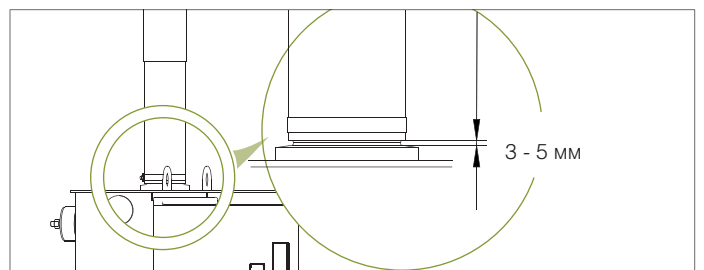

Рис. 63. Зазор в нижней части патрубка
5. Убедитесь, что зазор в нижней части патрубка составляет 3 - 5 мм. См. рис. 63.